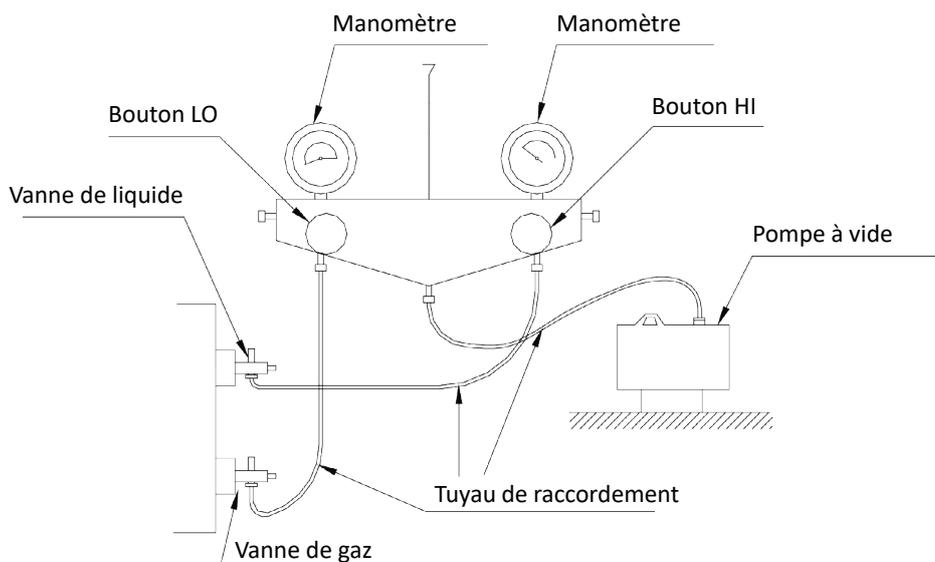

Fig.4.20
- 3 Utilisez une pompe à vide pour extraire l'air à l'intérieur de l'unité intérieure et du tuyau de raccordement de la vanne extérieure, comme indiqué sur la Fig.4.20.